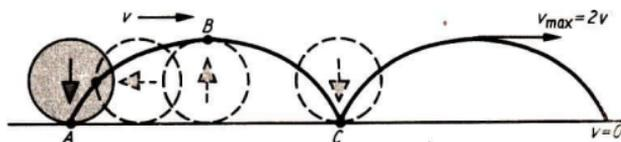

Bild 66
2.4 Die Kurve (Bild 66) wird als Zykloide bezeichnet. Die Geschwindigkeit wechselt periodisch zwischen $v_{\min} = 0$ in den Punkten A und C und v_{\max} in Punkt B.